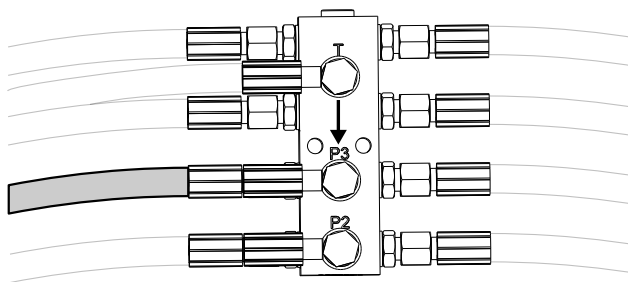

Bild 1. Lossa hydraulslangen/hydraulslangarna
2. Standardlyft har EN slang ansluten till (P3) på anslutningsblocket. Lyft med hydraulisk autotilt har två slangar anslutna till (P3). Lossa hydraulslangen/hydraulslangarna från anslutningsblocket (P3), se Bild 1.